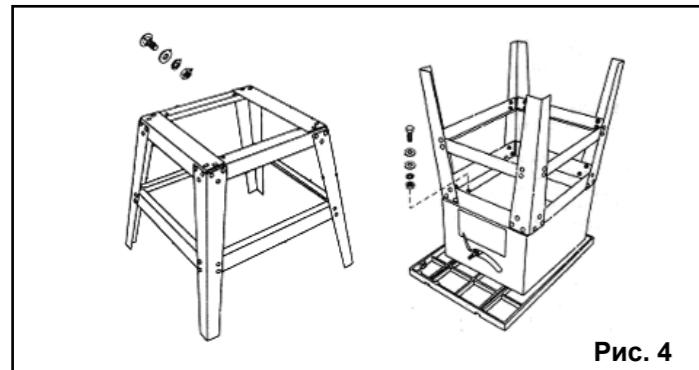

Рис. 4
- 8.1.1. Соберите основание как показано на Рис. 4 и схеме сборки, установите и закрепите его на корпусе пилы при помощи болтов, шайб, пружинных шайб и гаек (см. комплектность). На стойках основания установите и закрепите резиновые опоры (22).